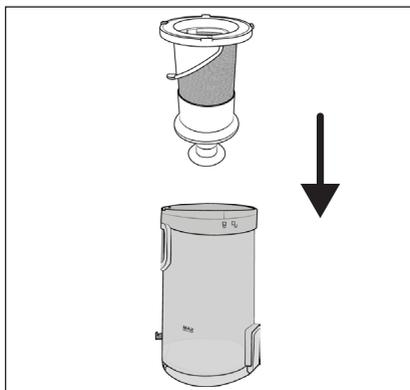

Fig. 21
- 6) Insérez le filtre en acier inoxydable **6** dans le bac à poussière **7** et poussez-le jusqu'en bas (voir fig. 21). Notez que le filtre en acier inoxydable **6** est doté de dispositifs d'arrêt de différentes tailles. Le filtre en acier inoxydable **6** ne s'insère dans le bac à poussière **7** que dans une seule position d'arrêt.